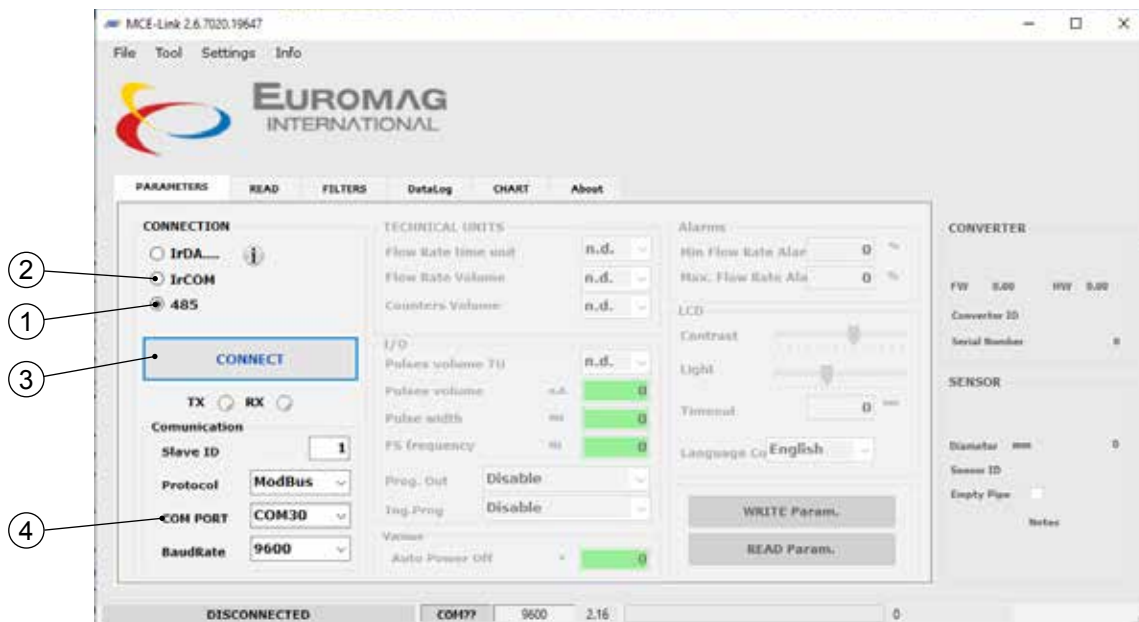

Fig. 40 Schermata di collegamento EUROMAG INTERNATIONAL MC608
**!** Es posible que deba cambiar el puerto de entrada (consulte 4, Fig. 40). Use el comando COM PORT del software para seleccionar la entrada correcta. Suele ser el puerto con el mayor número.
Seleccione las comunicaciones RS485 (consulte 1, Fig. 40) o infrarrojas (consulte 2, Fig. 40) y haga clic en el botón CONECTAR (consulte 3, Fig. 40).